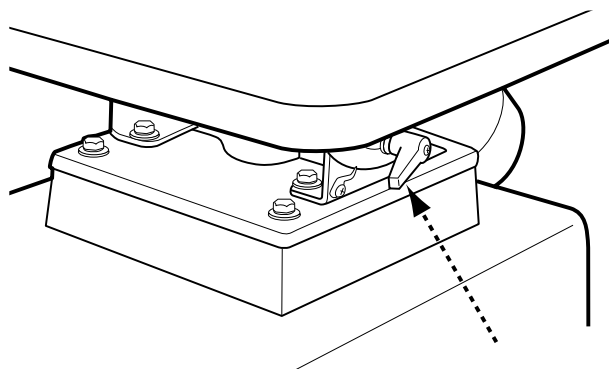

FIGURE 10
- Relâcher les deux poignées de blocage de l'inclinaison de la table (voir Figure 10).